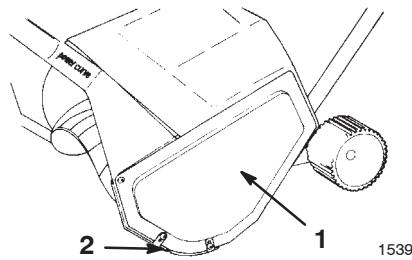
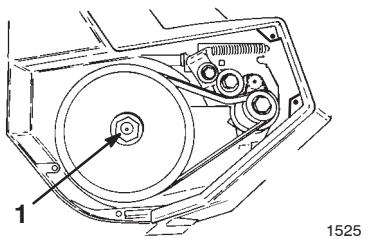

Figure 15
Figure 16
Remarque : Si vous ne parvenez pas à déposer l'arbre en tenant le rotor, déposez le capot gauche et le patin (Fig. 15). Bloquez l'écrou hex. avec une clé de 7/8 pouce pendant que vous dévissez l'arbre de rotor (Fig. 16).
1. Retirez les 3 vis de fixation du capot gauche au châssis de la déneigeuse (Fig. 15). Déposez le capot et le patin.
- Retirez les vis de fixation du capot gauche et du patin sur le châssis de la déneigeuse (Fig. 15), et déposez le capot et le patin.